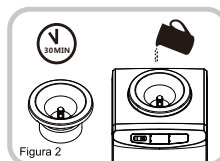

Figura 2
3. Llene el depósito de agua con 12 tazas (3 litros) de agua caliente y luego espere 30 minutos. (Figura 2)